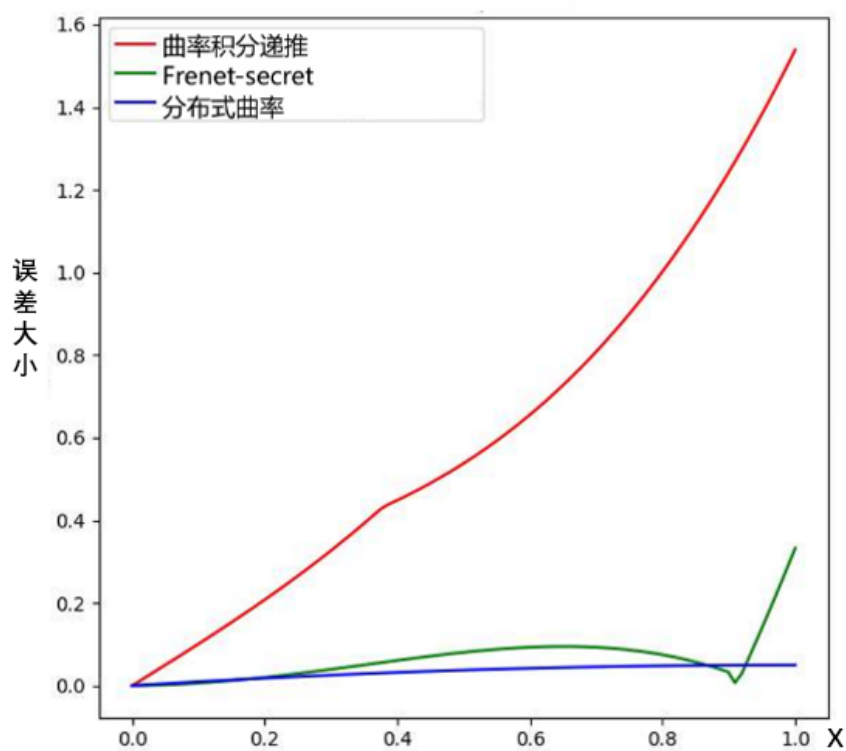

图 15 三种建模方法的曲线重构误差大小比较
定义误差大小为  $|y_{recon} - y_{ori}|$ , 其中  $y_{recon}$  为重构曲线对应的函数值,  $y_{ori}$  为原始曲线对应的函数值, 得到三种建模方法的误差大小如图15
由图15可以初步判断, 基于分布式曲率的曲线重构结果最好。
- 来源于递推产生的累计误差。由于三种建模方法均匀用了递推思想, 所以理论上来说误差会因为累计而逐渐增大[3]。如图15, 基于曲率积分递推和基于分布式曲率的重构方法随着  $x$  坐标的增加, 都呈现出上升趋势。基于 Frenet-secret 框架的方法, 随着  $x$  坐标的增加, 误差也是先上升, 末端出现出下降, 可能与等弧长采样间隔的大小有关, 影响了曲线的拟合效果。